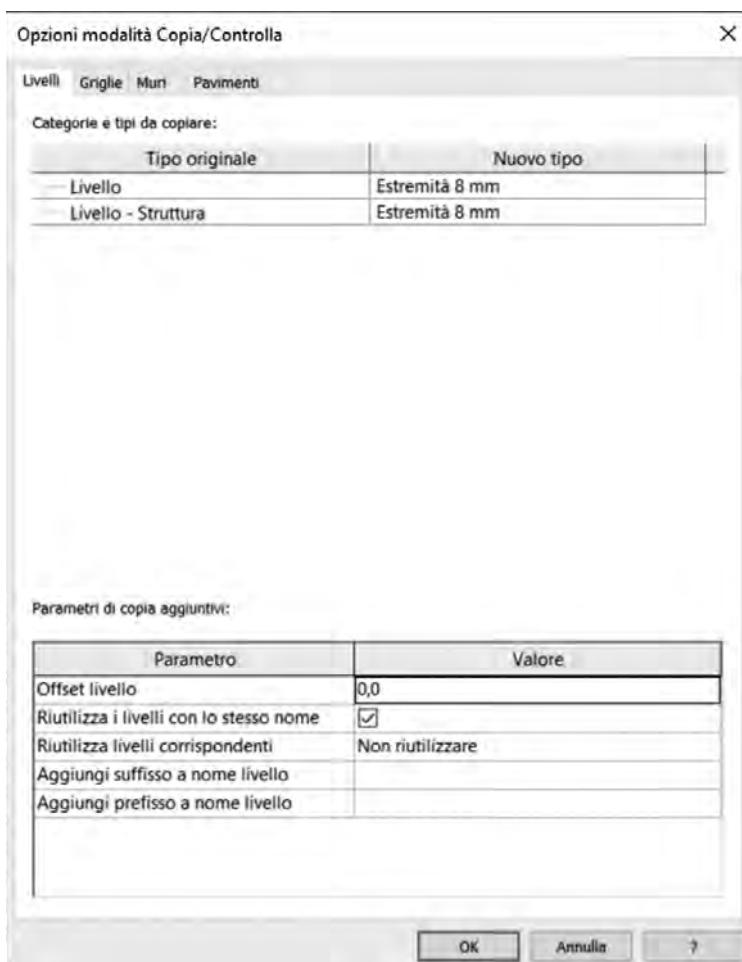

Figura 3.3
- **Opzioni.** Selezionandolo viene aperta la finestra *Opzioni Modalità Copia/Controlla*, da cui è possibile definire le impostazioni fondamentali che interesseranno gli oggetti sottoposti al processo. Da qui si evince innanzi tutto quali siano le categorie principali che è possibile sottoporre a controllo. Si tratta in pratica degli elementi "core" di un edificio (Muri, Pavimenti, Pilastri) con l'aggiunta degli elementi fondamentali di riferimento (Griglie e Livelli) (Figura 3.3). Vedremo in seguito come sia possibile anche la copia e il monitoraggio di oggetti attinenti alla disciplina MEP. A ciascuna categoria presente in questa finestra fanno capo una serie di opzioni specifiche, definite parametri di copia aggiuntivi (sempre Figura 3.3 parte inferiore), mentre per tutte le categorie è possibile "mappare" l'elemento selezionato con ciò che verrà effettivamente copiato; si va dal medesimo oggetto (eventualmente trasferendolo nel file host dal collegamento se non precedentemente caricato), fino alla possibilità di inserire un elemento di diverso tipo (a esclusione dei pilastri sono tutte famiglie di sistema), opzione molto utile considerando che spesso lo strumento viene utilizzato tra file che operano in discipline diverse.